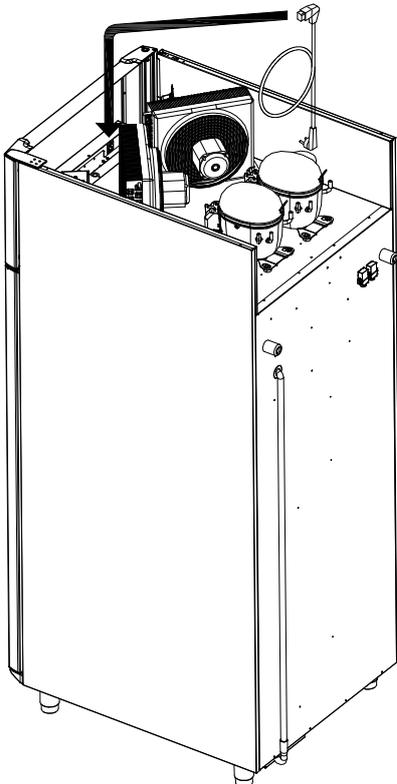

Fig.5
-  Schließen Sie das Gerät nur an die auf dem Typenschild angegebene Netzspannung an. Bei Unklarheiten bezüglich des Anschlusses fragen Sie bitte Ihren Händler. Verwenden Sie hierzu nur die mitgelieferte Anschlussleitung 3x1mm2 (Fig. 5).